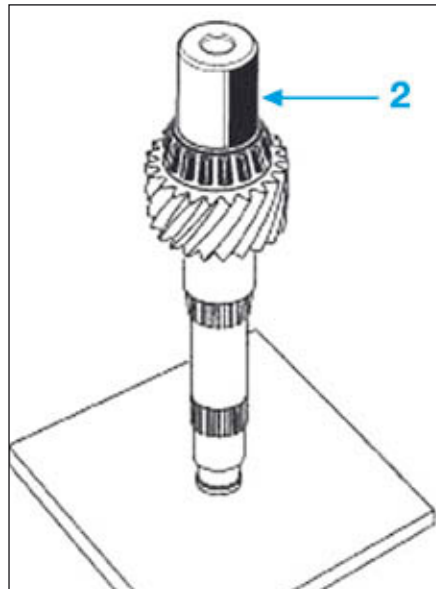

FIG.28
- Reposer le roulement à l'aide d'un mandrin de diamètre approprié (indice "O") (2) approprié faisant du coffret [1] (Fig.28).